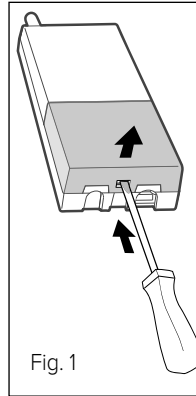

Fig. 1
- Abrir la tapa ejerciendo una leve presión sobre la lengüeta inferior del repetidor (Fig. 1).